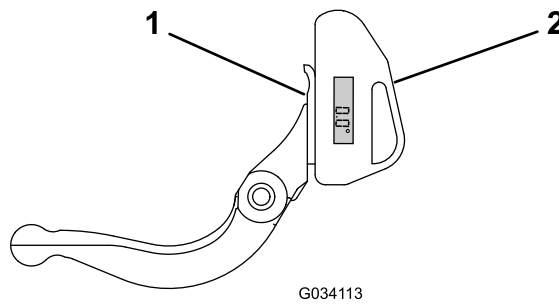

Figura 21
1. Coloque el indicador de ángulo en el lado inferior de la contracuchilla, según se muestra en Figura 21.